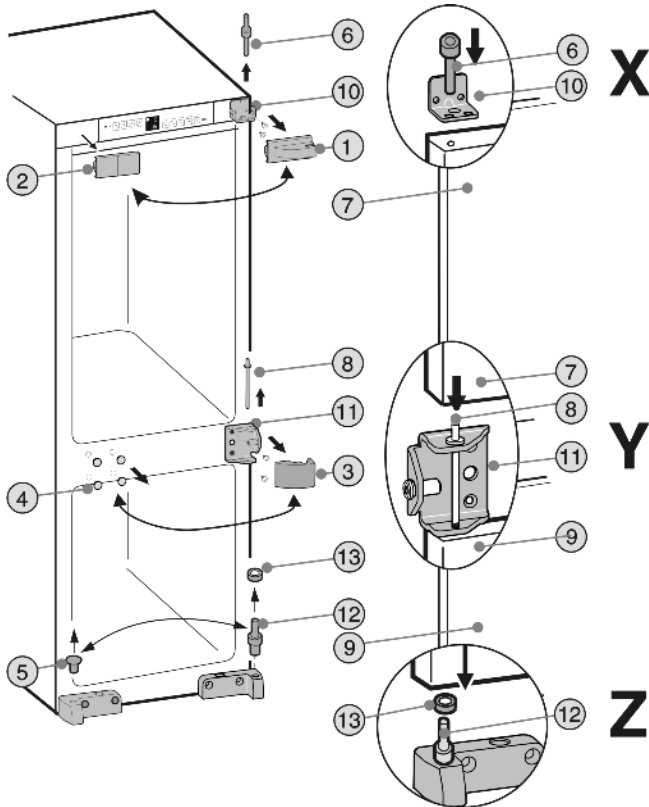

Fig. 3
► Staccare gli elementi di copertura Fig. 3 (1,2,3,4,5).
- Svitare il perno cuscinetto superiore Fig. 3 (6) dalla porta del vano frigorifero Fig. 3 (7).
- Ribaltare leggermente in avanti la porta del vano frigorifero Fig. 3 (7) e toglierla sollevando verso l'alto.
- Estrarre il perno cuscinetto centrale Fig. 3 (8).
- Staccare la porta del vano congelatore Fig. 3 (9).
- Svitare il blocco di supporto superiore Fig. 3 (10) e il blocco di supporto centrale Fig. 3 (11) e riavvitare sul lato opposto con le stesse viti a 4 Nm.
- Cambiare di posizione al perno cuscinetto inferiore Fig. 3 (12) con rondella Fig. 3 (13).
- Appoggiare la porta del vano congelatore in basso sul perno cuscinetto Fig. 3 (12) e sulla rondella Fig. 3 (13). **Dettaglio Z**
- Inserire il perno cuscinetto centrale Fig. 3 (8) mediante il blocco di supporto centrale Fig. 3 (11) nel supporto della porta. **Dettaglio Y**
- Appoggiare la porta del vano frigorifero sul perno cuscinetto centrale Fig. 3 (8). **Dettaglio Y**
- Inserire il perno di supporto superiore Fig. 3 (6) attraverso un foro **esterno** nel blocco di supporto Fig. 3 (10) all'interno del supporto della porta del vano frigorifero Fig. 3 (7) e **serrare fermamente a 4 Nm. Dettaglio X**
- Rimontare gli elementi di copertura Fig. 3 (1,2,3,4,5) ruotati di 180 gradi rispettivamente sul lato opposto.